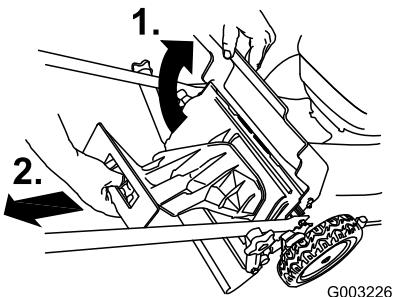

Figure 30
- Soulevez le volet arrière et gardez-le dans cette position (Figure 30).
- Retirez l'obturateur de l'éjecteur arrière (Figure 30).